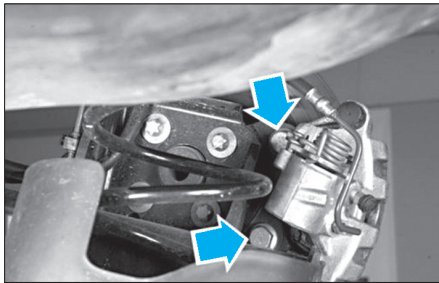

FIG. 12
- Déposer le support d'étrier maintenu sur le corps d'essieu par 2 vis (Fig.12).